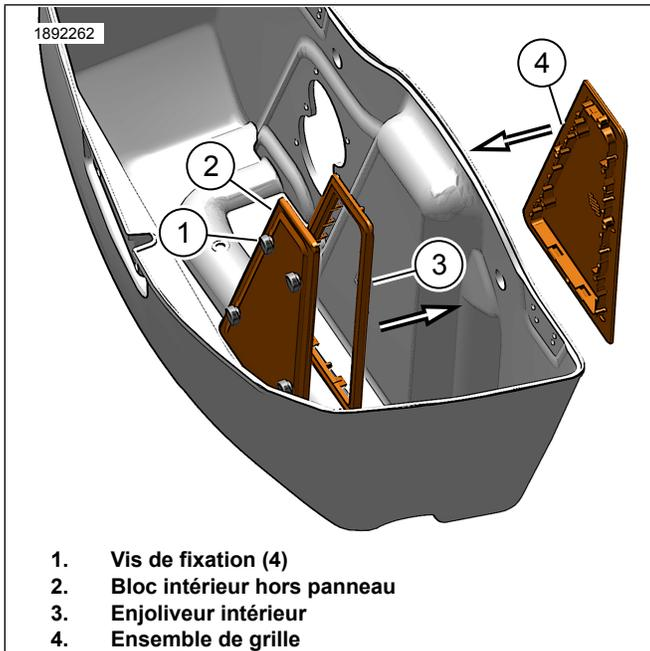

Figure 4. Installez le cadre et le panneau
4. Figure 4 Retirez le ruban-cache et vérifiez que la surface intérieure et extérieure de la sacoche autour de l'ouverture est propre et sèche.
- a. Testez l'ajustement du cadre intérieur (3) et de la grille (4) dans le trou de la sacoche pour vérifier qu'ils s'emboîtent complètement, qu'ils sont centrés dans l'ouverture et qu'ils se scelleront contre la paroi de la sacoche.
- c. Retirez le support en ruban de mousse de l'ensemble de la grille (4) et installez-le dans le trou découpé.
- d. Insérez le cadre intérieur (3) dans le trou découpé de la sacoche et enclenchez la grille du caisson de basses (4) sur les languettes du cadre intérieur.
- f. **Lorsque le caisson de basses n'est pas installé**, installez le bloc intérieur du panneau (2) dans le cadre intérieur (3) et fixez-le avec des vis de fixation (1).